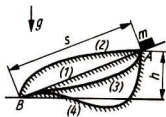

Bild 25
- 3.39 Berechnen Sie die Endgeschwindigkeit eines auf geneigter Ebene gleitenden Körpers der Masse  $m$  1. bei reibungsfreier Bewegung und 2. bei Bewegung mit Reibung. Diskutieren Sie die Abhängigkeit der Endgeschwindigkeit von der Masse des Körpers und von der Form der Gleitbahn (Bild 25).